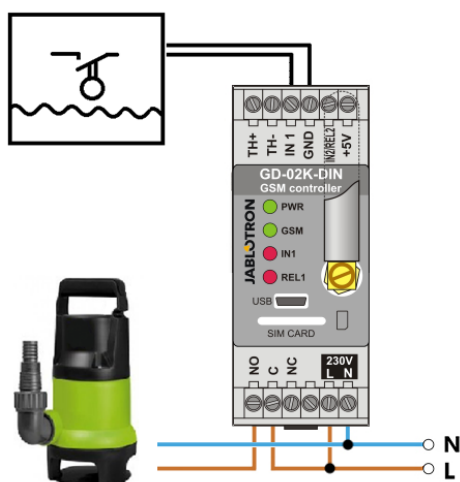

Figura 3: monitorização do nível máximo de água num reservatório, incluindo o escoamento automático de água com uma bomba.
- O diagrama apresenta a conexão de um sensor de nível às entradas IN1 e GND. A saída de potência REL1 comuta os 230 V para alimentar a bomba de água. Consultar a Figura 3.